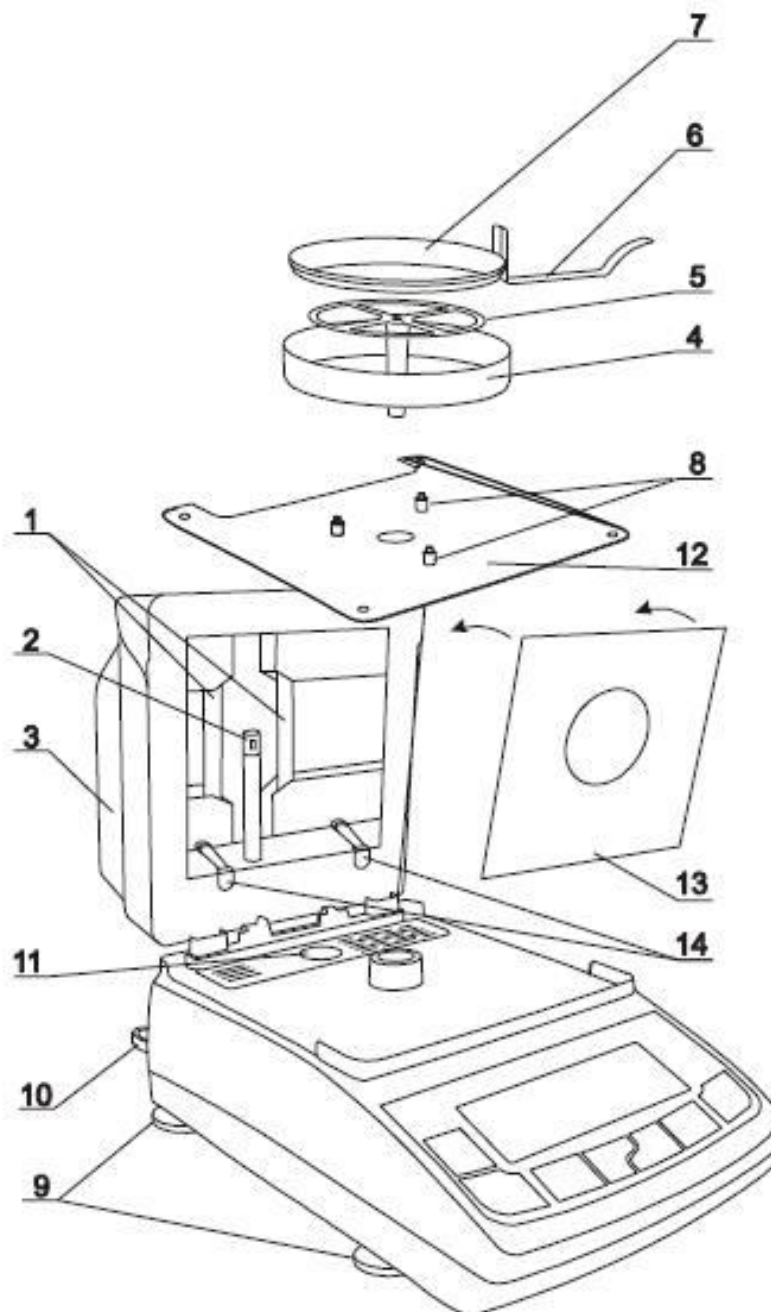

Рисунок 1. Складові частини ваг-вологоміра, де:
1.3.3.6 Тип запобіжника сушарки (поз.11 на рис.1) – WTA-T 3,15A 250V.